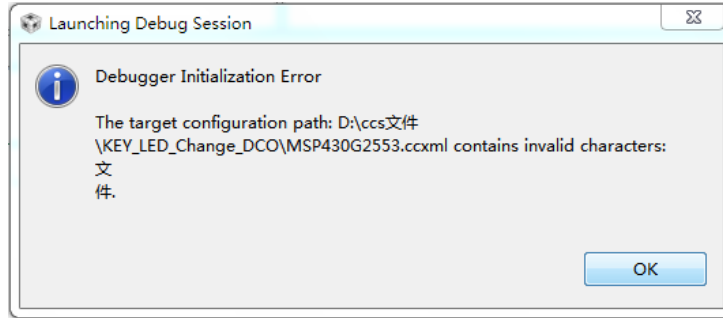

图 2.1 使用中文路径后仿真报错
- 1) 一定不要使用中文路径, 图 2.1 所示为使用中文路径后编译报错提示。